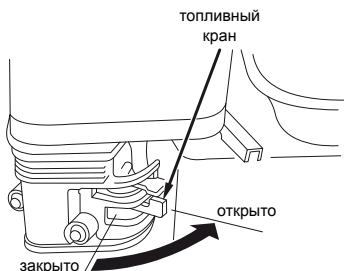

Рис. 9
8.7.6. Перевести топливный кран в положение «Открыто» (крайне правое), см. рис. 9.